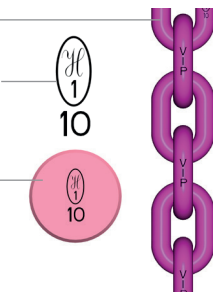

Abb. 2:
- Verwenden Sie bei VIP-Bauteilen nur den runden VIP-G-Bolzen (Abb. 2)